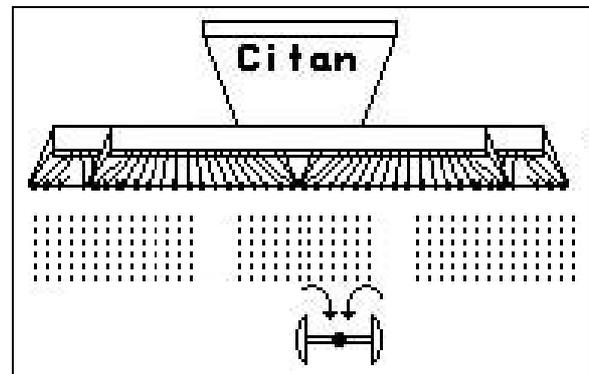

Fig. 56
1.  Preseleccionar el plegado total (Fig. 56).